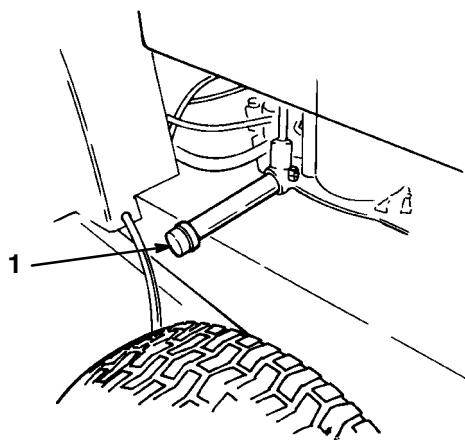

Bild 17
3. Stellen Sie ein Auffanggefäß unter die Verschluss schraube (Bild 17). Entfernen Sie die Verschluss schraube. Dadurch kann das Öl in das Auffanggefäß abfließen. Drehen Sie, wenn das Öl vollständig abgelaufen ist, die Verschluss schraube wieder auf.